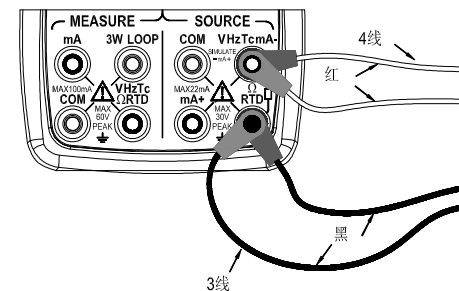

图9. 基于3线和4线连接的方式
- 基于3线和4线连接的方式如图9所示
■ 基于3线和4线连接的方式如图9所示